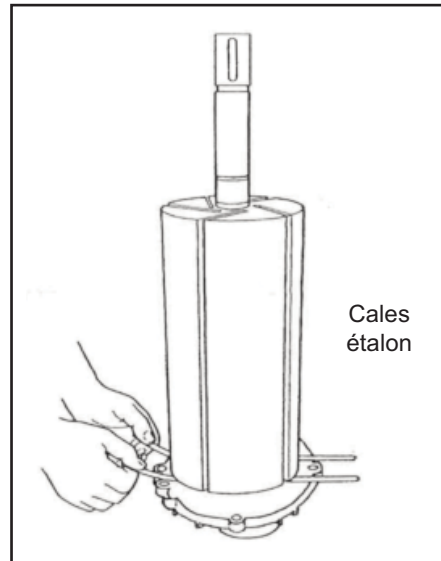

Figure 24
2. Vérifiez le jeu à l'aide de deux jauges d'épaisseur, une de chaque côté de l'arbre du rotor, comme illustré à la figure 24.